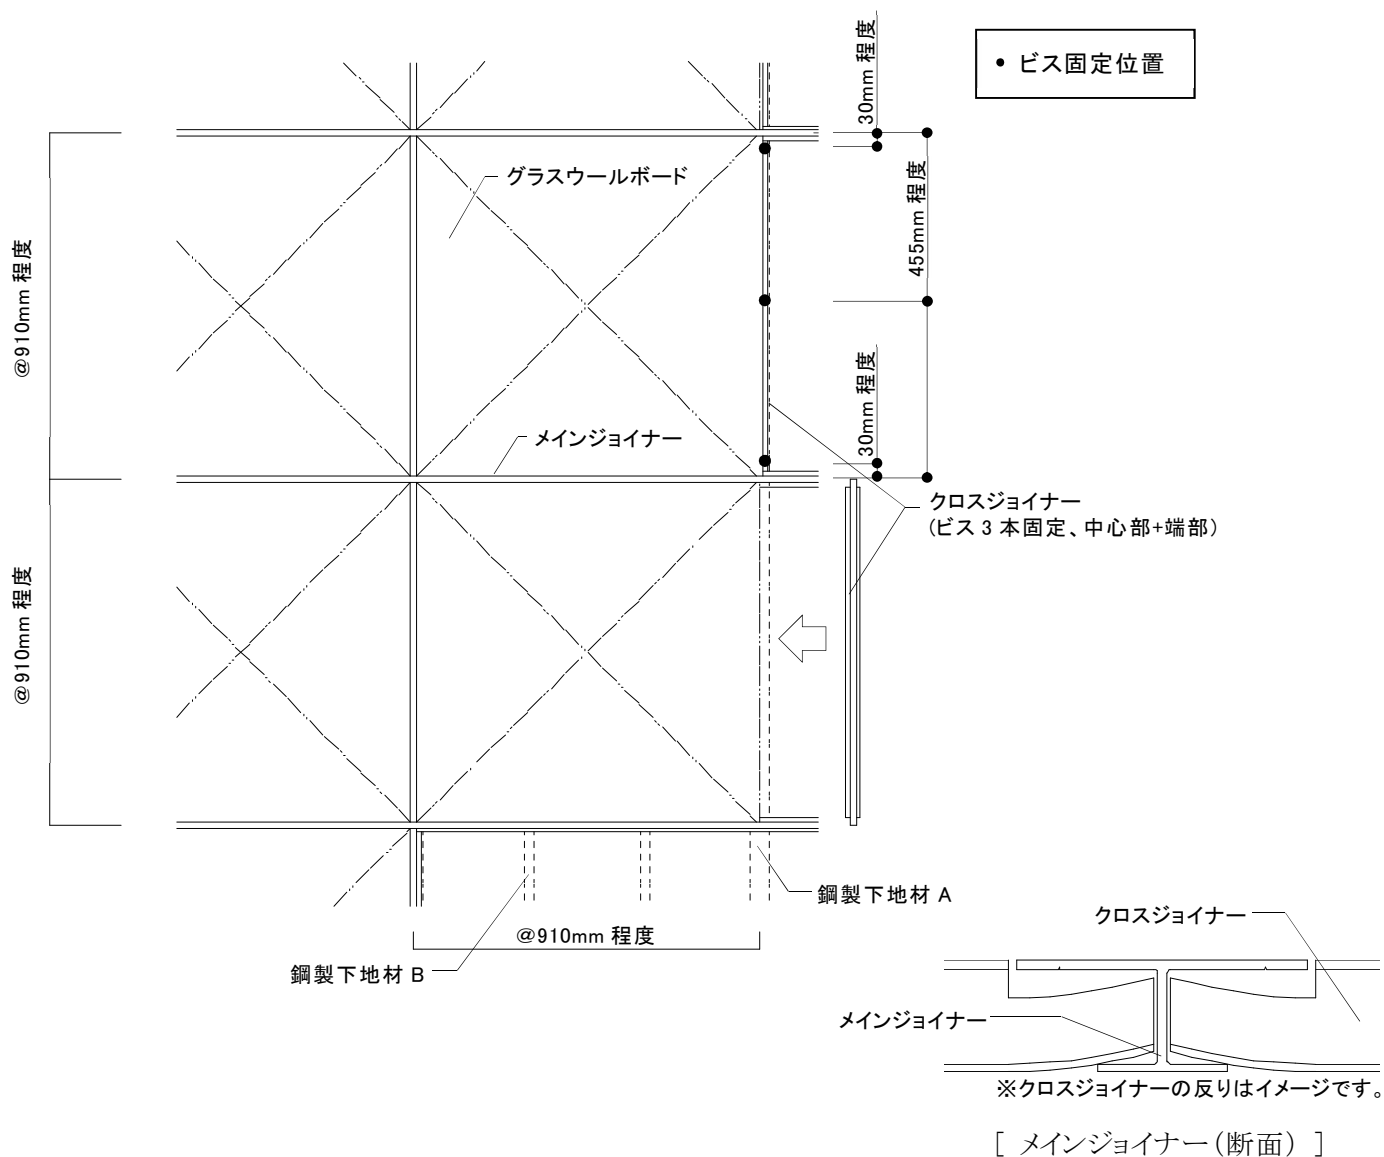

図 2-4-1 クロスジョイナーの取付け
- ①グラスウールボードの取付け後、クロスジョイナーを鋼製下地材 A と平行方向に配置する。
- ②クロスジョイナーは@910mm で配置し、通りを確認しながらビス固定(計 3 箇所)する。(図 2-4-1 参照)